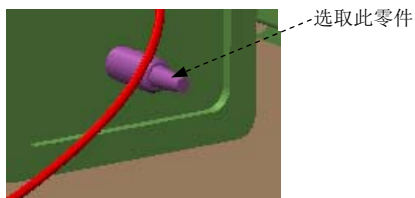
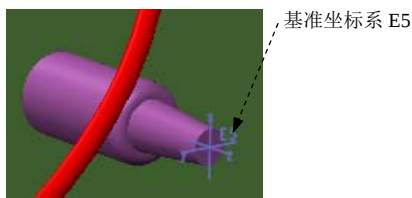

图 17.2.33 指定连接器 5
图 17.2.34 指定入口端
(1) 指定入口端与连接器。参考 Step1 的操作步骤与参数设置，在模型中选取图 17.2.33 所示的零件 (acoustics_1) 为连接器 5，选取图 17.2.34 所示的连接器 5 中的基准坐标系 E5 为入口端。